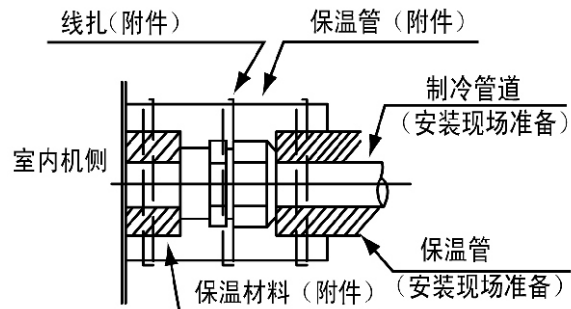

图6.1 管的保温
- (1) 确认截止阀已关闭。
- (2) 现场筹备管道。
- (3) 对于配管连接，用扳手拧紧纳子帽。
- (4) 连接完制冷剂管后，用工厂提供的保温管将制冷管道保温。见图6.1。
- (5) 内机制冷剂进出管和冷凝水出管位置见 6.2。